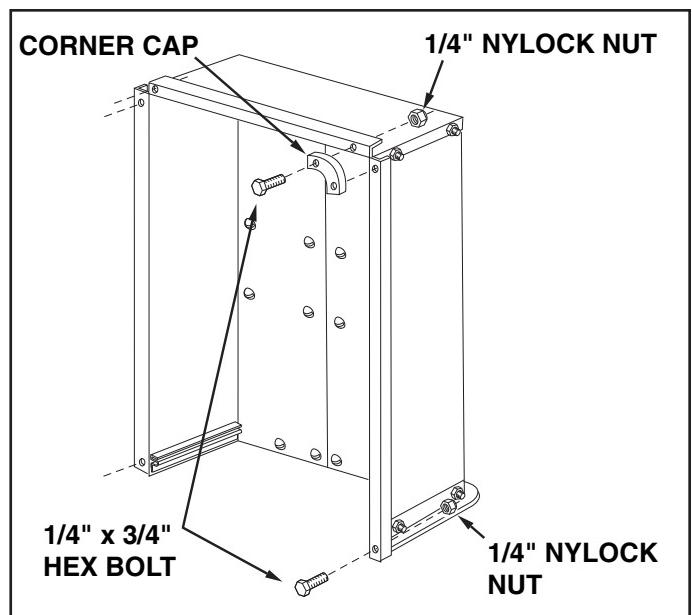

FIGURE 8
12. Assemble the two corner caps to the front corners of the cart using four $1/4'' \times 3/4''$ hex bolts and $1/4''$ nylock nuts. Also assemble two $1/4'' \times 3/4''$ hex bolts and $1/4''$ nylock nuts to the two rear corners of the cart. **TIGHTEN**. See figure 8.
12. Assemblez les deux barrettes en chapeau d'angle aux coins avant de la remorque en utilisant quatre boulons hex. 1/4" x 1/2" et des contre écrous hex. 1/4". Assemblez aussi deux boulons hex. 1/4" x 3/4" et les écrous hexagonaux 1/4" aux deux coins arrières de la remorque. **SERREZ.** Voir figure 8.